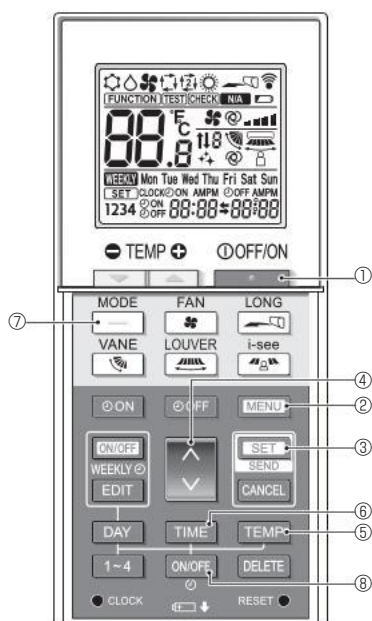

Fig. 7-9
- Nacisnąć przycisk **TEMP** ①, aby wyłączyć klimatyzator.
- Nacisnąć przycisk **MENU** ②. Zostanie wyświetlony ekran ustawień funkcji i będzie migać nr funkcji A. (Fig. 7-9) Nacisnąć przycisk **↓** ④, aby zmienić nr funkcji.